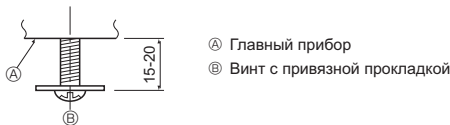

Fig. 5-5
5.4.1. Подготовка (Fig. 5-5)
- Установите 2 входящих в комплект винта с прокладками ② в главный прибор (в области угловой дренажной трубы и в противоположном углу), как показано на диаграмме.